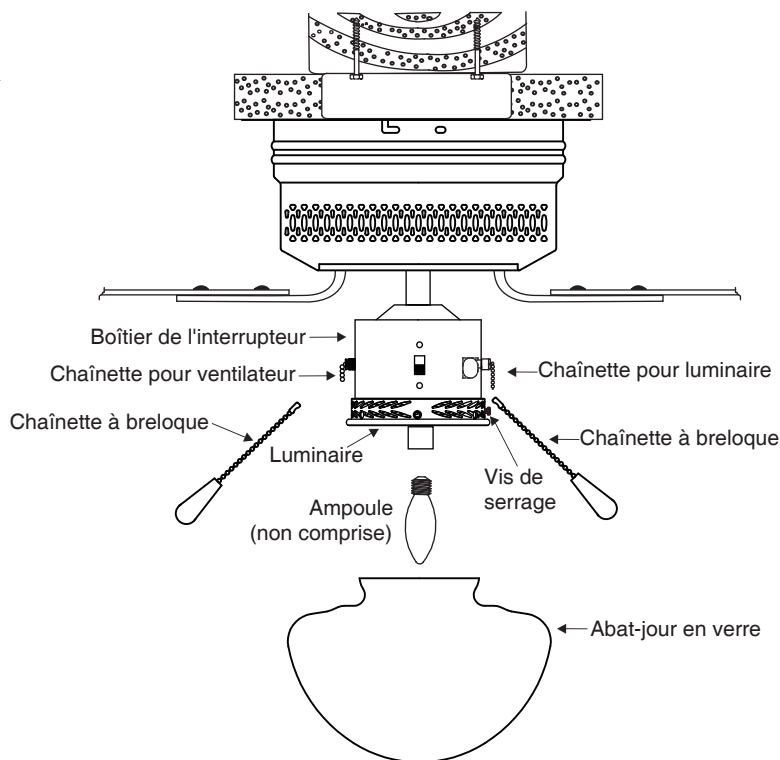

Fig. 10
3. Attachez une chaînette à breloque à la chaînette du luminaire et l'autre chaînette à breloque à la chaînette du ventilateur (voir Fig. 10).